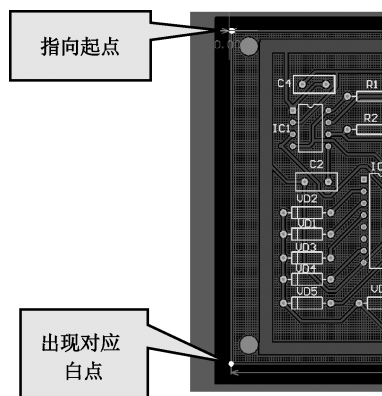

图 3.5.19 出现对应白点
(1) 切换至“Mechanical Layer1”层,选择“Place(放置)”“Dimension(尺寸线)”“Linear(线性)”命令,进入直线式尺寸标示状态,指向所要标示尺寸的起点,另外一端将出现一个对应的白点,如图 3.5.19 所示。
(2) 单击鼠标左键,选取所要标示的元件,然后看尺寸线的方向,原来是水平尺寸线,若要标注垂直尺寸线,可通过空格键切换方向,再将鼠标指针移至终点单击,再往外侧拉开尺寸线与图件的距离,让尺寸线与所要标示的图件保持适当距离。最后,左键、右键单击各一下完成标注。